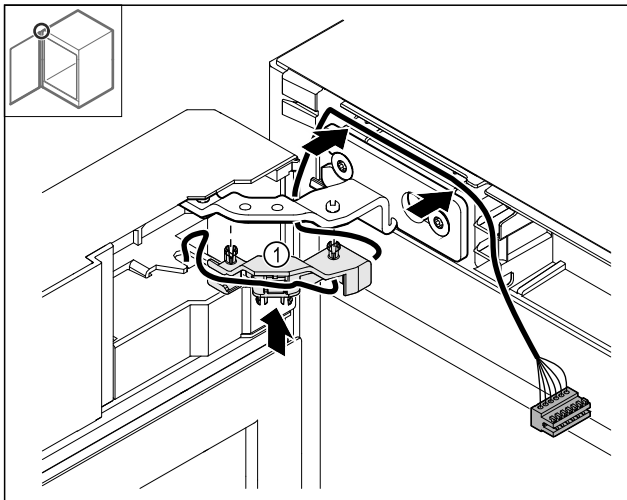

Fig. 44
- ▶ Zatlačte držák kabelu Fig. 44 (1) do závěsu.